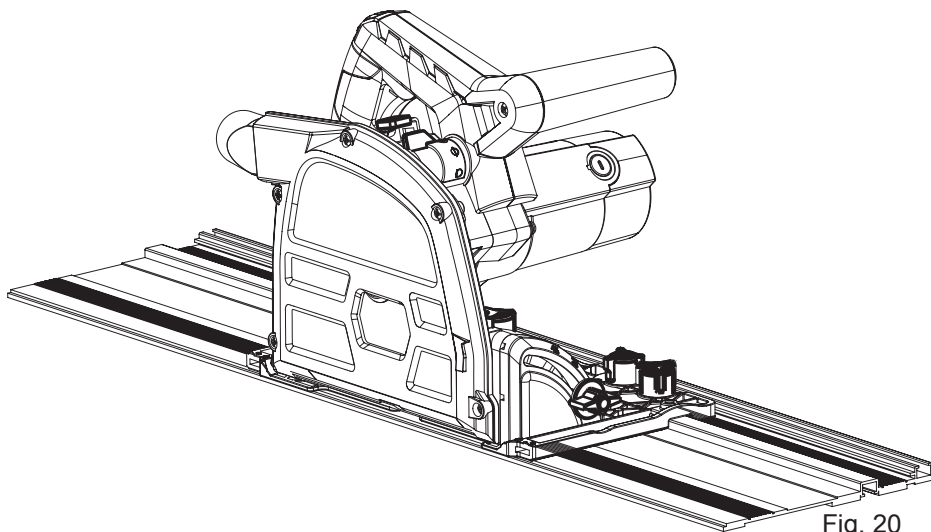

Fig. 20
**NOTA :** Cuando se desliza la sierra de inmersión en el carril guía, la función antiretroceso se activa automáticamente. (Ver Fig. 20)